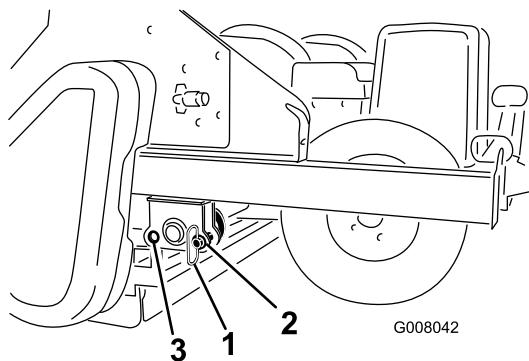

Figura 15
- 14. Rimuovete i perni di rimessaggio dalla posizione del foro anteriore e inseriteli nella posizione del foro posteriore durante l'utilizzo (Figura 15).